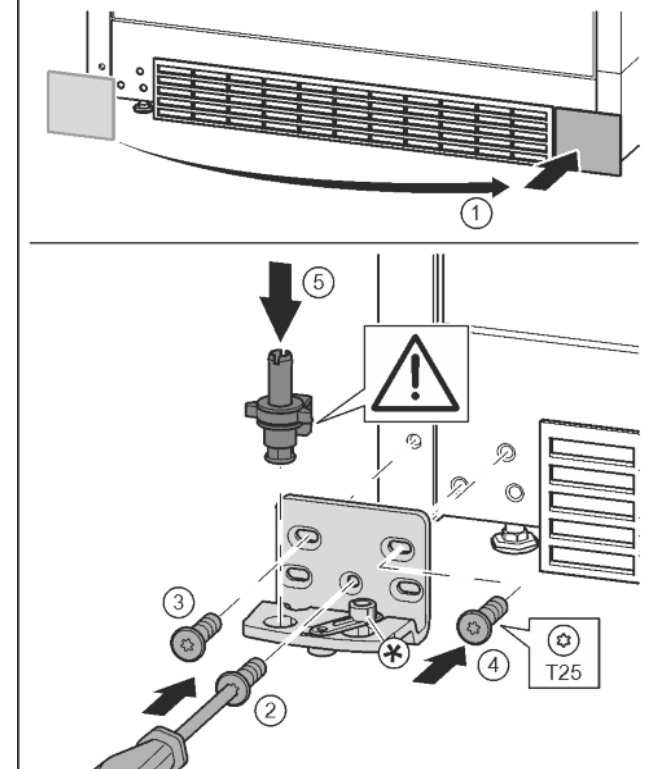

Fig. 17
- Afdekking eraf halen en op de andere kant aanbrengen. Fig. 17 (1)
- Lagerbus op de andere kant aanbrengen en met behulp van een schroevendraaier T25 vastschroeven. Met schroef 2 onder in het midden beginnen. Fig. 17 (2)
- Schroef 3 en 4 vastschroeven. Fig. 17 (3, 4)
- Lagerbout volledig aanbrengen. Let op dat de vergrendelknop naar achter wijst. Fig. 17 (5)